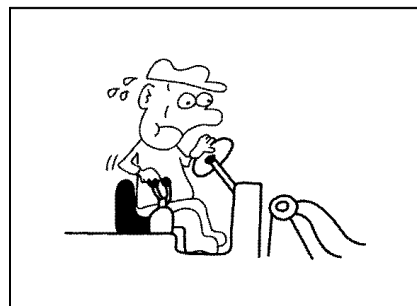

Рис. 1-66
- Следует точно управлять рабочими устройствами путём рычагов управления во избежание ошибочного оперирования (рис. 1-66)..